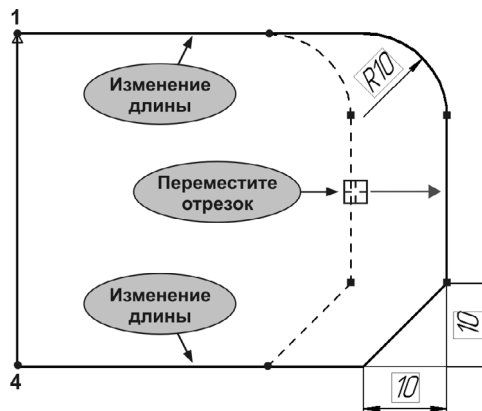

Рис. 59.63.
13. Выделите правый вертикальный отрезок и плавно переместите его вправо (рис. 59.63). Условия связанности отрезков и касания также будут выполняться, однако теперь модель поведет себя иначе. Геометрические размеры объектов (фаски и скругления), к которым проставлены размеры с зафиксированным значением, останутся неизменными.